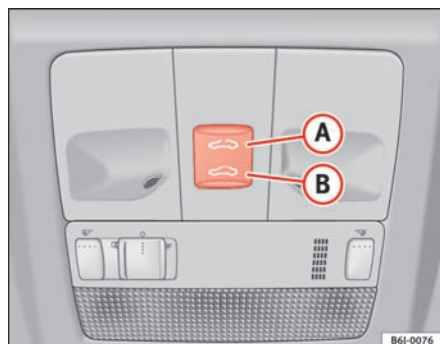

Fig. 49 Panoramavippetag
- Tryk på kontakten **(B)** ⇒ fig. 49 ⇒ , og hold den nede. Panoramataget lukker, indtil kontakten slippes.